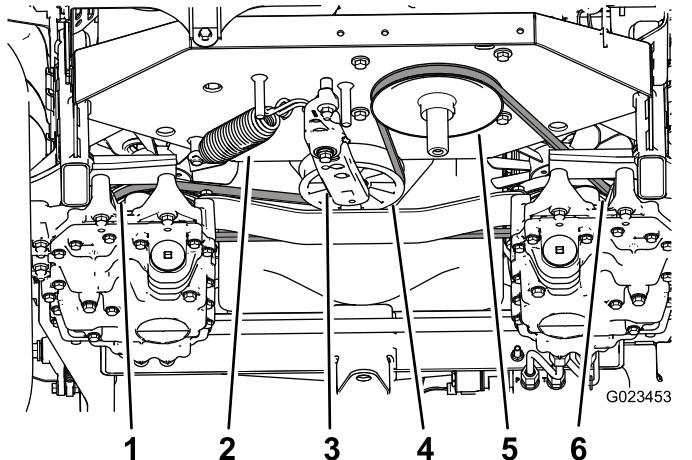

Figura 56
- Utilize uma lingueta no orifício quadrado do braço tensor para neutralizar a mola tensora (Figura 56) e retire a correia da polia tensora.
- Desengate a mola tensora do braço tensor e da estrutura (Figura 56).
- Instale a mola no braço tensor e na estrutura (Figura 56).